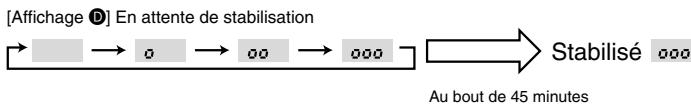

Fig. 8-3
③ Appuyer sur la touche **(FILTER)** (touche \leftarrow) pour confirmer la configuration. (Fig. 8-3)